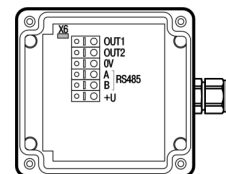

Рисунок 5 – Установка перемычки
2. Установить перемычку X6 (см. рисунок 5).